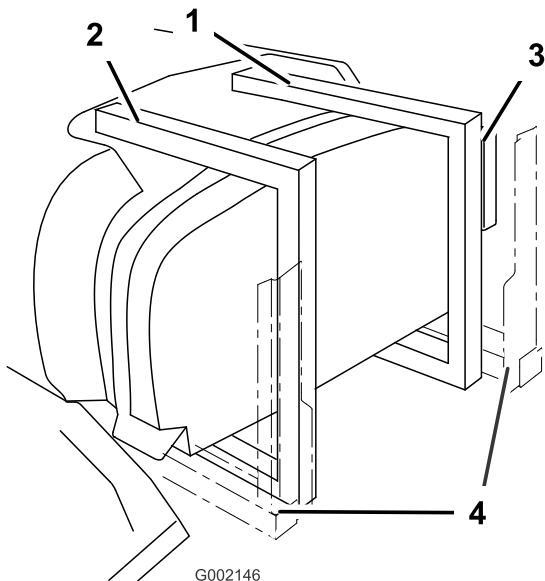

Figura 4
- Los soportes deben rodear la parte trasera del depósito (Figura 4).